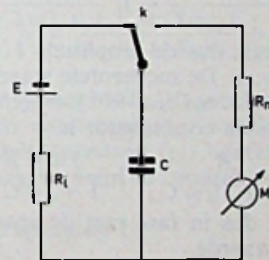

FIG. 2
- ④ In fig. 2 heeft de batterij een e.m.k. E en een inwendige weerstand R_i .